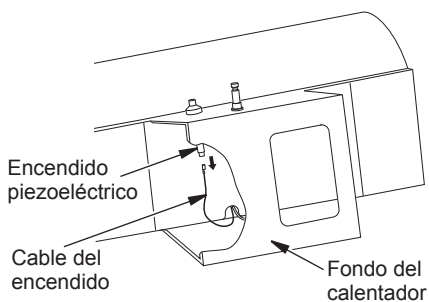

Figura 12 - Extracción del cable del encendido del encendido piezoeléctrico
2. Quite del encendido piezoeléctrico el cable negro de encendido. Acceda al cable del encendido por el fondo de la base del calentador (consulte la figura 12). Empuje el cable hacia arriba y a través de la muesca en el panel de relleno.